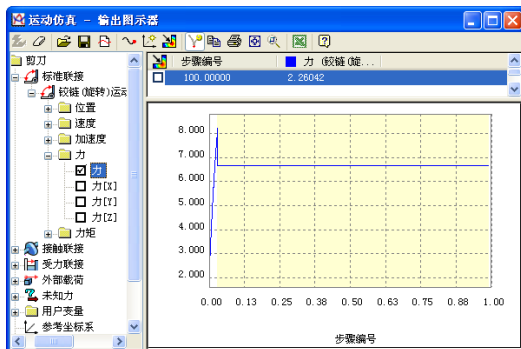

图 13-58 浏览器中力的设置及绘制出的曲线
(3) 在**【输出图示器】**的浏览器下，点击**【铰链（旋转）运动】**左边的按钮，展开“旋转运动”项，继续选择展开“力”项，选中**【力】**选项，如图 13-58 所示。
(4) 在仿真面板中选择“开始”按钮运行仿真，则**【输出图示器】**将显示力的视觉表达，
如图 13-58 所示。